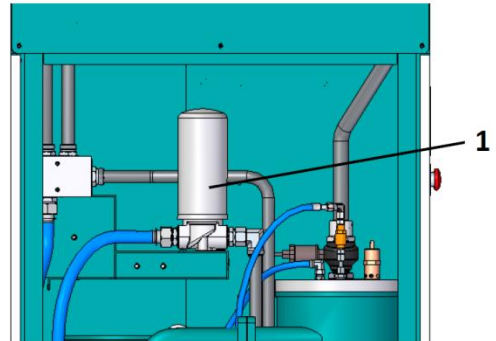
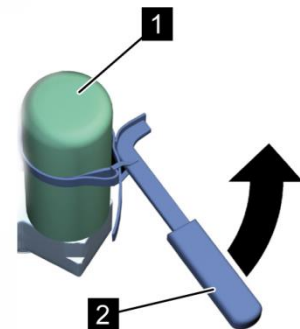

图 38：油过滤器
图 39：松开油过滤器
5. 用皮带扳手(图39/2)松开并拆下旧的油过滤器(图38/1)。
8. 安装新的油过滤器(图 38/1)。
9. 用手将新的油过滤器(图38/1)定位后扭转半圈。